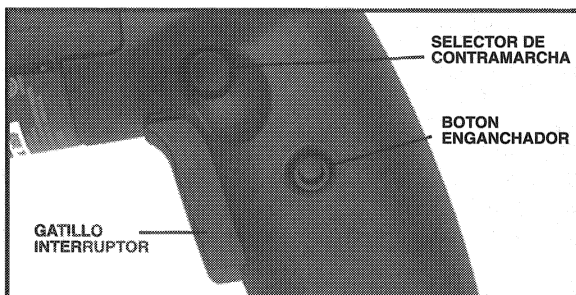

Fig. 3
2. Apriete el gatillo interruptor (Fig. 3) para poner el motor en marcha. Suéltelo para parar el motor.
3. BOTON ENGANCHADOR – El taladro viene con un botón enganchador (Fig. 3) para mantener el motor en marcha sin tener que apretar continuamente el gatillo.
4. SELECTOR DE CONTRAMARCHA – El selector de contramarcha está localizado como está ilustrado en Fig. 3. Estos modelos operan en una dirección delantera (rotación en sentido a las manecillas del reloj) para taladrar o en una dirección de retroceso (rotación en sentido contrario a las manecillas del reloj) para soltar brocas atoradas. Para el giro en sentido contrario a las manecillas del reloj, suelte el gatillo para parar el motor y empuje el selector de contramarcha hacia el lado derecho del taladro o en la dirección contraria del movimiento de las manecillas del reloj.